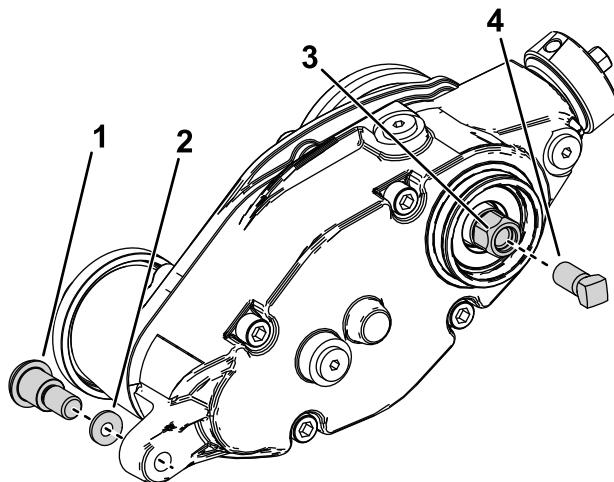

Figura 25
3. Retire o parafuso com olhal e anilha endurecida que ligam a caixa da transmissão do rastelo aos braços de ajuste (Figura 25).
5. Instale o parafuso de reforço (peça n.º 1-803022 – vendida em separado) nas rosas internas da cabeça sextavada da transmissão do rastelo e aperte com 13,5 Nm como se mostra na Figura 25.
6. Remova a caixa da transmissão do rastelo do cilindro de corte rodando a cabeça sextavada da transmissão do rastelo (Figura 25).